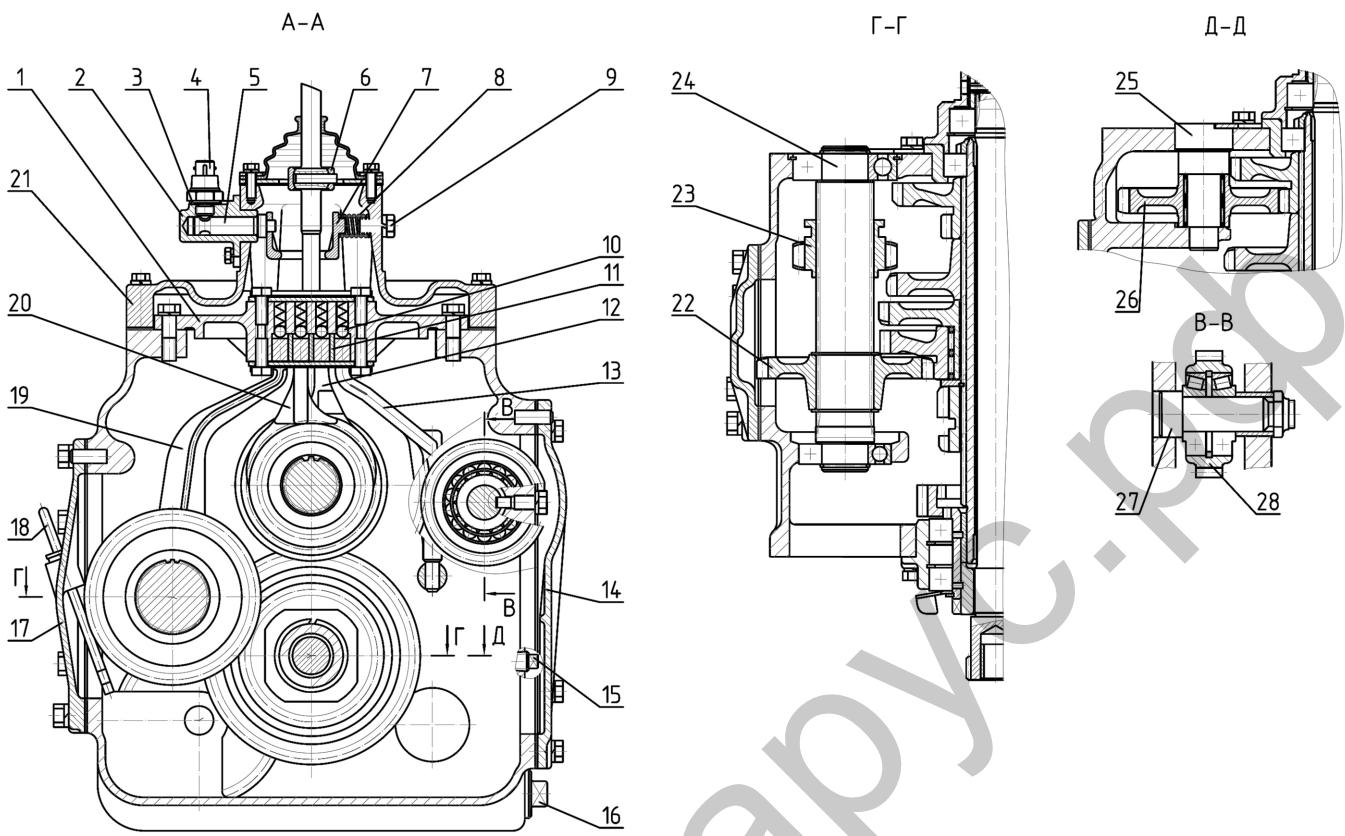

Рис. 2. Коробка передач трактора БЕЛАРУС-510/512 (9F/2R)
Узел механических передач КП состоит из расположенных в корпусе КП (27) (рис. 1)^{*} соосных между собой первичного (31) и вторичного (6) валов, а также параллельных им промежуточного вала (29) и вала 1-ой передачи и заднего хода (24) (рис. 2).
На промежуточном валу (29) на шлицах неподвижно установлены двухвенцовальная ведомая шестерня 5-ой и 8-ой передач и передач заднего хода (26), ведомая шестерня 4-ой и 7-ой передач (25) и ведомая шестерня 3-ей и 6-ой передач (24), на ступице которой свободно вращается на игольчатом роликоподшипнике двухвенцовальная промежуточная шестерня (23), находящаяся в постоянном зацеплении с шестерней (22) (рис. 2), установленной на валу 1-ой передачи и передач заднего хода (24). На промежуточном валу (29) (рис. 1) с возможностью осевого перемещения установлена ведущая шестерня (22) I-ой ступени диапазонного редуктора.
Вал 1-ой передачи и заднего хода (24) (рис. 2) установлен на двух шарикоподшипниках, расположенных в расточках корпуса КП. В передней части вала (24) на шлицах установлена скользящая шестерня (23) пониженных передач и передач заднего хо-
да. Перемещение скользящей шестерни (23) назад до зацепления с шестерней (25) (рис. 1) позволяет получать пониженные передачи переднего хода, а перемещение вперед до зацепления с промежуточной шестерней заднего хода (26) (рис. 2) – передачи заднего хода. Промежуточная шестерня заднего хода (26) установлена на оси (25) и свободно вращается на ней на игольчатом роликоподшипнике. Шестерня (26) находится в постоянном зацеплении с меньшим зубчатым венцом двухвенцовой шестерни (26) (рис. 1).
В задней части вала (24) (рис. 2) на его шлицах установлена неподвижно ведомая шестерня пониженных передач и заднего хода (22), которая находится в постоянном зацеплении с меньшим зубчатым венцом шестерни (23) (рис. 1) промежуточного вала (29).
С правой стороны КП тракторов с приводом ПВМ в расточках корпуса КП установлена ось (27), на которой на двух конических роликоподшипниках свободно вращается шестерня привода ПВМ (28). Отбор силового потока на ПВМ осуществляется от ведомой шестерни I-ой ступени диапазонного редуктора (6) (рис. 1), с которой шестерня (28) (рис. 2) находится в постоянном зацеплении.
Справа и слева на корпусе КП имеются окна (рис. 2). Левое окно закрыто крышкой (17), в которой имеется масломерный щуп (18) для контроля уровня масла. У тракторов без привода ПВМ правое окно закрыто крышкой (14), а у тракторов с приводом ПВМ крышка (14) демонтирована, а окно закрыто корпусом раздаточной коробкой привода ПВМ (см. раздел).
Корпус вилок (3) (рис. 1) состоит из вилки 1-ой передачи и заднего хода (19) (рис. 2), вилки 3-ей и 6-ой передач (20), вилки 4-ой и 5-ой передач (12) и поводка диапазонного редуктора (13), положки которых установлены в пазу корпуса (1) и имеют возможность перемещения вдоль паза. На верхних плоскостях положков имеются поперечные лунки, в которые входят подпружиненные шарики фиксаторов (10), обеспечивающие фиксацию положков вилок и положка редуктора в требуемых положениях, а также препятствуют самовыключению передач под нагрузкой.
Положки вилок и диапазонного редуктора разделены друг с другом тремя замковыми планками (11) (рис. 2). Планки (11) установлены в корпусе (1) неподвижно и исключают одновременное перемещение рычагом передач (7) (рис. 1) нескольких положков. При включении передачи замковые планки (11) (рис. 2) “запирают” рычага передач (7) (рис. 1) в пазу положка вилки включенной передачи.
Крышка управления КП (11) состоит из крышки (21) (рис. 2), на верхней плоскости которой при помощи болтов крепится шаровая опора (6) рычага передач (7) (рис. 1). При своем качании рычаг передач (7) непосредственно воздействует на положки в корпусе вилок (3), вызывая их перемещение и, соответственно, включение или выключение выбранной передачи или диапазона в КП.
Конструкция КП обеспечивает блокировку запуска дизеля при включенной передаче в КПП. Справа на крышке (21) (рис. 2) установлен корпус (2), крепящийся к ней при помощи болтов. В корпусе (2) расположена ось (5) подпружиненной качающейся рамки (7). Кольцевое отверстие рамки (7) охватывает рычаг передач (7) (рис. 1). При этом качание рычага (7) приводит к соответствующему перемещению рамки (7) (рис. 2), лыска оси (5) которой воздействует на датчик блокировки запуска дизеля (4), установленный в резьбовом отверстии корпуса (2).
Для выбора и включения диапазона редуктора оператор перемещает рычаг переключения передач (7) (рис. 1) из нейтрального положения в положение диапазонного редуктора (рис. 3). Далее, для включения I-ой ступени редуктора, оператор перемещает рычаг управления КП (7) (рис. 1) назад (рис. 3). При этом рычаг передач (7) (рис. 1), воздействуя на полозок редуктора (13) (рис. 2), перемещает его и связанный с ним валик (9) (рис. 1) с вилкой (8) вперед. Управляемая вилкой (8) ведущая шестерня I-ой ступени редуктора (22) перемещается по шлицам промежуточного вала (29) и входит в зацепление с ведомой шестерней (6) I-ой ступени диапазонного редуктора.
Для включения II-ой ступени редуктора, оператор перемещает рычаг управления КП (7) (рис. 1) в положении диапазонного редуктора вперед (рис. 3). При этом рычаг (7) (рис. 1), воздействуя на поводок редуктора (13) (рис. 2), перемещает его и связанный с ним валик (9) (рис. 1) с вилкой (8) назад. Управляемая вилкой (8) ведущая шестерня I-ой ступени редуктора (22) перемещается по шлицам промежуточного вала (29) и входит в зацепление с внутренним зубчатым венцом ведущей шестерни II-ой ступени диапазонного редуктора (21), соединяя ее с промежуточным валом (29). Шестерня (21) находится в постоянном зацеплении с ведомой шестерней II-ой ступени диапазонного редуктора (16).
Для включения 1-ой или 2-ой передачи переднего или заднего хода оператор перемещает рычаг управления КП (7) (рис. 1) в крайнее левое положение (рис. 3) – положение пониженных передач и передач заднего хода. Далее, для включения 1-ой или 2-ой передачи переднего хода оператор перемещает рычаг управления КП (7) (рис. 1) вперед (рис. 3). При этом рычаг передач (7) (рис. 1), воздействуя на полозок вилки 1-ой передачи и передачи заднего хода, перемещает вилку (19) (рис. 2) назад. Управляемая вилкой (19) скользящая шестерня 1-ой передачи и заднего хода (23) входит в зацепление с ведомой шестерней 4-ой и 7-ой передач (25) (рис. 1), и силовой поток в КП передается на промежуточный вал (29) КП через шестерни (5), (23), (22) (рис. 2), (23) и (25)
Для включения 1-ой или 2-ой передачи заднего хода оператор перемещает рычаг управления КП (7) (рис. 1) в положении пониженных передач и передач заднего хода назад (рис. 3). При этом рычаг передач (7) (рис. 1), воздействуя на полозок вилки 1-ой передачи и передачи заднего хода, перемещает вилку (19) (рис. 2) вперед. Управляемая вилкой (19) скользящая шестерня 1-ой передачи и заднего хода (23) входит в зацепление с промежуточной шестерней заднего хода (26), находящейся в постоянном зацеплении с меньшим зубчатым венцом двухвенцовой шестерни 5-ой и 8-ой передач (26) (рис. 1). На заднем ходу силовой поток в КП передается на промежуточный вал (29) КП через шестерни (5), (23), (22) (рис. 2), (23), (26) и (26) (рис. 1).
Для включения 3-ей и 6-ой или 9-ой (прямой) передач оператор перемещает рычаг управления КП (7) (рис. 1) в положение этих передач (рис. 3). Далее, для включения 3-ей (6-ой) передачи оператор перемещает рычаг управления КП (7) (рис. 1) в положении указанных передач назад (рис. 3). При этом рычаг передач (7) (рис. 1), воздействуя на полозок вилки 3-ей и 6-ой передач, перемещает вилку (20) (рис. 2) вперед. Управляемая вилкой (20) скользящая шестерня 3-ей и 6-ой передач (5) (рис. 1) входит в зацепление с ведомой шестерней 3-ей и 6-ой передач (24). Посредством образованного зацепления силовой поток передается на промежуточный вал (29) КП.
Для включения 9-ой (прямой) передачи оператор перемещает рычаг управления КП (7) (рис. 1) из положения 3-ей (6-ой) и 9-ой (прямой) передач вперед (рис. 3). При этом рычаг передач (7) (рис. 1), воздействуя на полозок вилки 3-ей и 6-ой передач, перемещает вилку (20) (рис. 2) назад. Управляемая вилкой (20) скользящая шестерня 3-ей и 6-ой передач (5) (рис. 1) входит в зацепление с внутренним зубчатым венцом вторичного вала (6), жестко соединяя первичный (31) и вторичный (6) валы.
Для включения 4-ой (7-ой) или 5-ой (8-ой) передач оператор перемещает рычаг управления КП (7) (рис. 1) в положение этих передач (рис. 3). Далее, для включения 4-ой или 7-ой передачи оператор перемещает рычаг управления КП (7) (рис. 1) в положении указанных передач вперед. При этом рычаг передач (7), воздействуя на полозок вилки 4-ой и 5-ой передач, перемещает вилку (12) (рис. 2) и управляемый ею блок ведущих шестерен 4-ой и 5-ой передач (1) (рис. 1) назад. Меньший зубчатый венец блока (1) входит в зацепление с ведомой шестерней 4-ой и 7-ой передач (25). Посредством образованного зацепления силовой поток от первичного вала (31) передается на промежуточный вал (29) КП.
Для включения 5-ой или 8-ой передачи оператор перемещает рычаг управления КП (7) (рис. 1) в положении указанных передач назад (рис. 3). При этом рычаг передач (7) (рис. 1), воздействуя на полозок вилки 4-ой и 5-ой передач, перемещает вилку (12) (рис. 2) и управляемый ею блок ведущих шестерен 4-ой и 5-ой передач (1) (рис. 1) вперед. Большой зубчатый венец блока (1) входит в зацепление с ведомой шестерней 5-ой и 8-ой передач (26). Посредством образованного зацепления силовой поток от первичного вала (31) передается на промежуточный вал (29) КП.